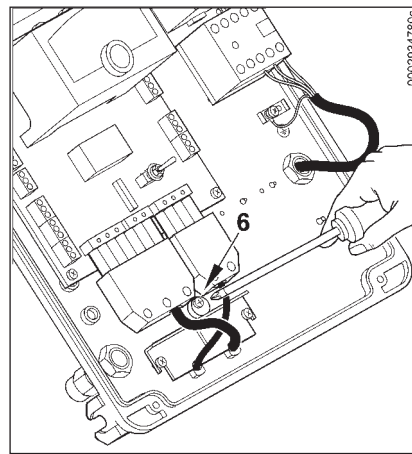

Figura 3
- Volver a colocar la placa aprieta cables como se indica en la figura 3. Girar el excéntrico (6) de modo que la placa ejerza una presión adecuada sobre los dos cables, seguidamente apretar los tornillos que fijan la placa. Conectar por último las dos clavijas de 7 y de 4 polos.